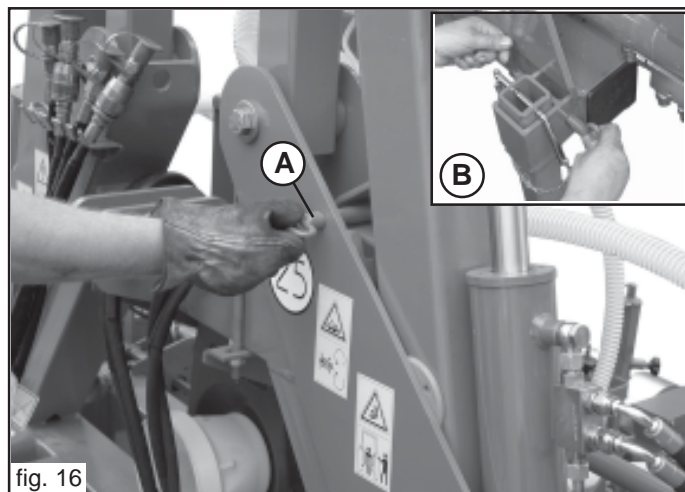

fig. 16
- 4) Desenganche los pasadores de seguridad del bastidor (A, Fig. 16) y coloque los mismos en las sedes correspondientes (B, Fig. 16).
- 8) Enganche los pasadores de seguridad del bastidor en las sedes correspondientes (A, Fig. 16).